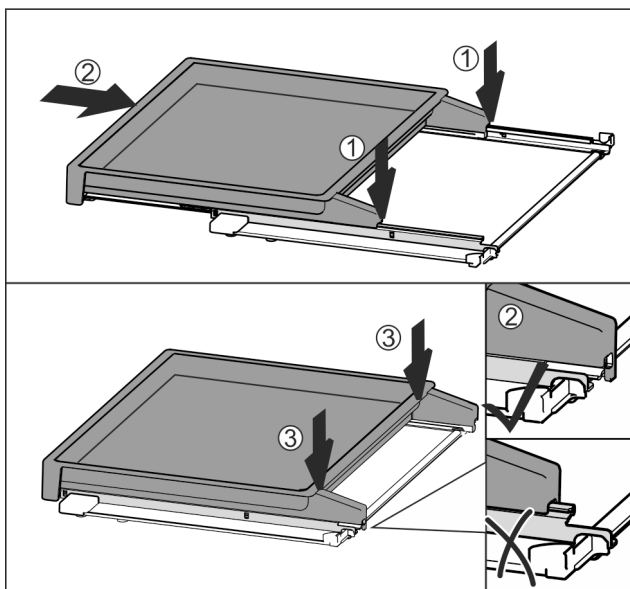

Fig. 51
- ▶ Поставете в средата върху релсите Fig. 51 (1).
- ▶ Вкарайте изцяло изтеглящата се дъска Fig. 51 (2).
- ▶ Натиснете от задната страна, докато се фиксира с щракване Fig. 51 (3).